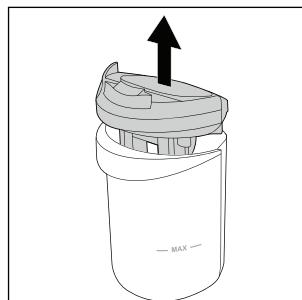

Fig. 21
- ♦ Sortez le couvercle du réservoir d'eau sale **⑨** par le haut du réservoir d'eau sale **②** (voir fig. 21).